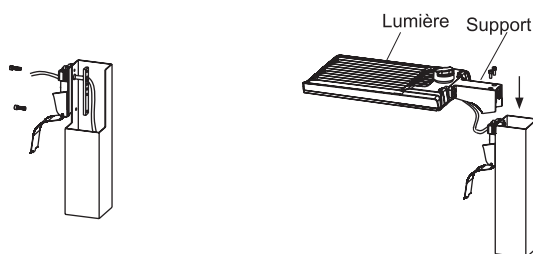

Figure 17
Étape 1 : La base a des motifs de trous compatibles avec la plupart des trous de forage existants sur les poteaux. Si nécessaire, percez de nouveaux trous dans le poteau. Faites passer les fils d'alimentation de l'intérieur du poteau à travers la base du support de montage. (Fig. 17)